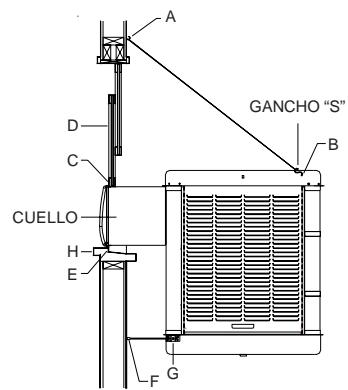

FIG. 1
Ponga los dos ganchos para la cadena arriba del cuello del enfriador, separados por una distancia equivalente al ancho de la unidad (A-fig. 1). Enganche una cadena en cada gancho y luego enganche un gancho "S" en cada cadena. **NOTA:** Los ganchos que vienen con ésta unidad tienen rosca de tornillo para madera y son para uso en paredes de madera. Las paredes de concreto o ladrillo requieren el uso de tuercas mariposas de suficiente fuerza o anclas con ganchos de acoplamiento.
- Coloque el enfriador en la ventana. Coloque el cuello del enfriador dentro de la ventana para que la parte inferior de la pestaña del cuello se asiente en la repisa de la ventana y la pestaña (E-fig. 1) se ajuste contra el borde de la repisa (H-fig. 1). Con la unidad situado en la ventana, enganche los ganchos "S" en los agujeros encontrados en la esquina traseira superior del enfriador (B-fig. 1).
Levante la parte trasera del enfriador para que la ventana (D-fig. 1) pueda bajarse y quedar detrás de la parte superior de la guarda de retención (C-fig. 1).
- Ajuste las patas. Saque las patas (F-fig. 1) para que los topes de hule descansen contra el costado de la pared. Apriete el tornillo del collar (G-fig. 1).